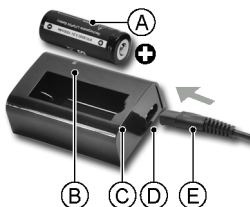

Abbildung 3: Aufladen des Akkus des Haarschneiders in der Ladestation.
2. Legen Sie den wiederaufzuladenden Akku (Figure 3, A) in die Ladestation ein (Figure 3, C); beachten Sie dabei die Position des Batteriepol  $\oplus$ .
3. Stecken Sie den Stecker des Netzteils (Figure 3, E) in die Steckdose (Figure 3, D) der Ladestation.
5. Während des Aufladevorgangs leuchtet die rote Anzeige (Figure 3, B) der Ladestation.
6. Der Aufladevorgang wird automatisch angehalten. Die Anzeige (Figure 3, B) erlischt, sobald der Ladevorgang beendet ist. Die Akku-Betriebszeit beträgt dann 90 Minuten bei einem neuen Akku.